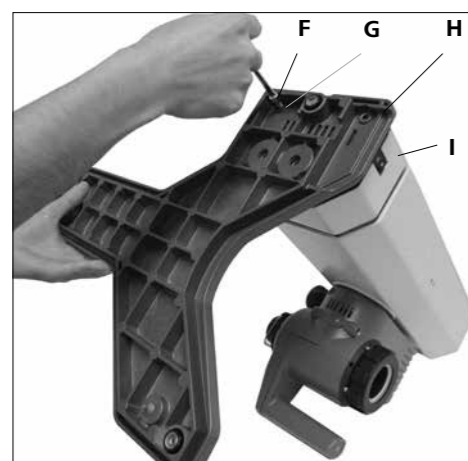

Fig. 7
#### 1) Прикрепите основание к подъемному механизму (Fig. 7)
- Установите цилиндрические M6x25 (F) (4 шт.) и зубчатые шайбы M6 (G) (4 шт.), чтобы прикрепить основание (H) к подъемному механизму (I) после распаковки упаковки. (Fig. 7)